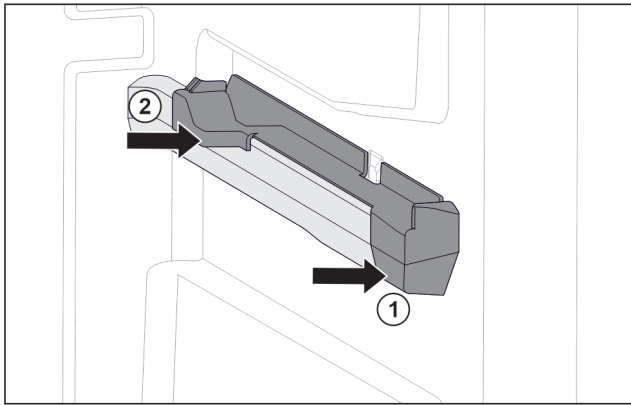

Fig. 94 Insteekelement op rechter containerrib
- ▶ Insteekelement voor tegen containerrib plaatsen. Fig. 94 (1)
- ▶ Insteekelement achter aandrukken. Fig. 94 (2)